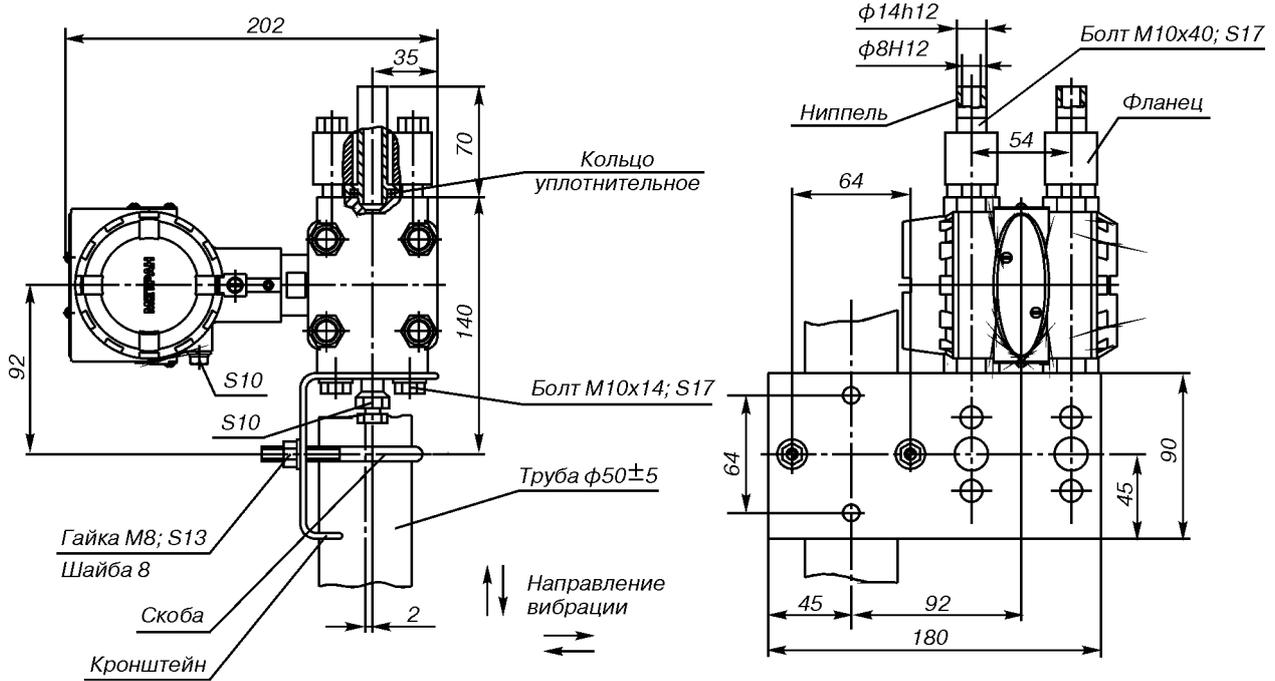

Рис. 27. Датчики мод. 150CD с установленными ниппелями (код D6) и монтажным кронштейном для установки на трубе ф50 мм (код B1).
Остальное см.рис.27.
**Рис.31. Датчики мод. 150CD, 150CG без комплекта монтажных частей фланцами и монтажным кронштейном для установки на трубе  $\phi 50$  мм (код B1).** Остальное см.рис.27.